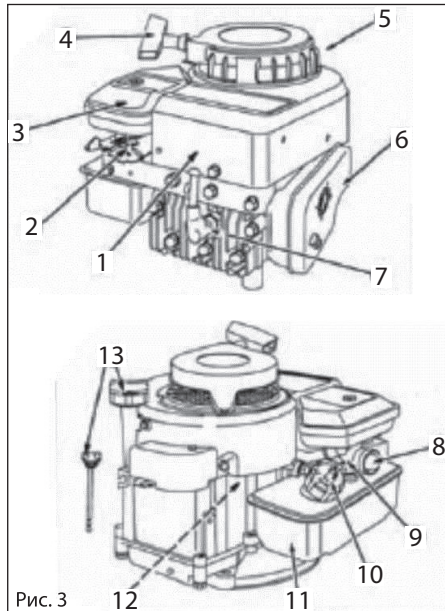

Рис. 3
Основным элементом газонокосилки является 4-х тактный двигатель внутреннего сгорания (Рис.3), с вертикальной осью коленвала и его основные части: (2)- рычаг дросселя; (3)- фильтр воздушный; (4)- стартер ручной; (5)- защитный кожух; (6)- глуши-
тель; (7) - свеча зажигания; (8) - кнопка топливного насоса; (9) - карбюратор; (10) - пробка бензобака; (11) - бензобак; (12) - корпус двигателя; (13) - маслосливная горловина, см. рис. 3.